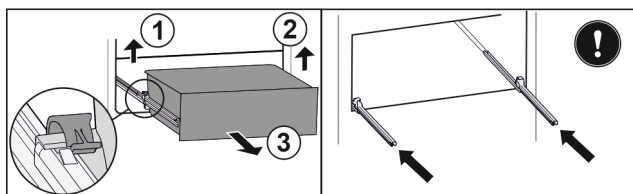

Fig. 153
- Podignite lijevu stezaljku i istovremeno izvucite ladicu lijevo prema naprijed. Fig. 153 (1)
- Podignite desnu stezaljku i istovremeno izvucite ladicu desno prema naprijed. Fig. 153 (2)
- Izvadite ladicu prema naprijed. Fig. 153 (3)